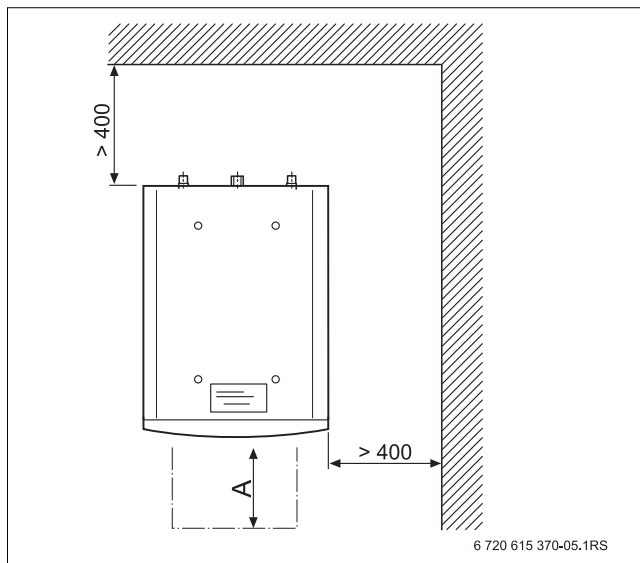

Fig. 5 Distancias mínimas a la pared (en mm)
Al emplazar el acumulador de agua caliente, deberán tenerse en cuenta las distancias mínimas para el montaje y el mantenimiento (→ fig. 5). Respete también las distancias mínimas de montaje de la caldera.
- Respete las distancias mínimas a la pared (→ fig. 5).